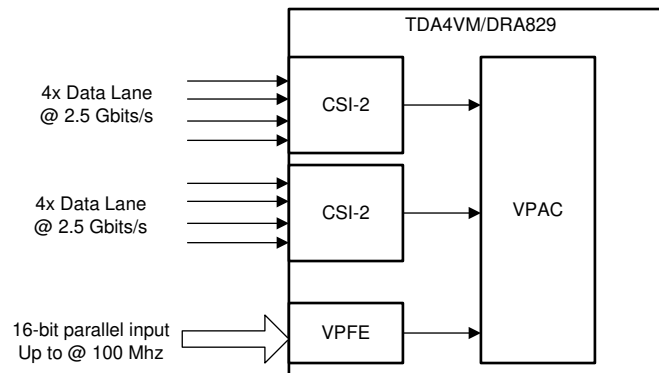

图 2-1. TDA4VM/DRA829 摄像头捕捉子系统
**TDA4VM/DRA829** 摄像头捕捉子系统包括 2 个 MIPI CSI-2 接口和视频处理前端 (VPFE)，如图 2-1 所示。